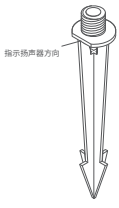

图 2
2. 使用橡胶锤,小心地将随附的卫星扬声器地桩按预先确定的安装位置敲入地面。注意桩上的平面指示器,并确保该指示器面向所需的扬声器方向(见图 2)。